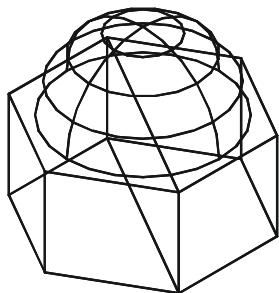

图 9-2-5
STEP 03 运用布尔并集运算将六角棱柱和球体进行合并，如图 9-2-5 所示。